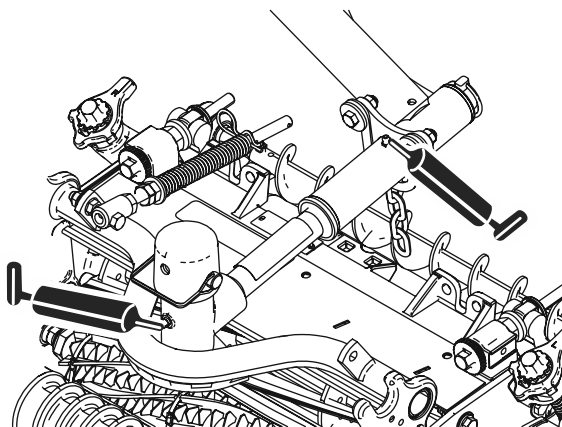

Figura 51
- Perni dell'apparato di taglio (2 cad.); fate riferimento alla Figura 51.